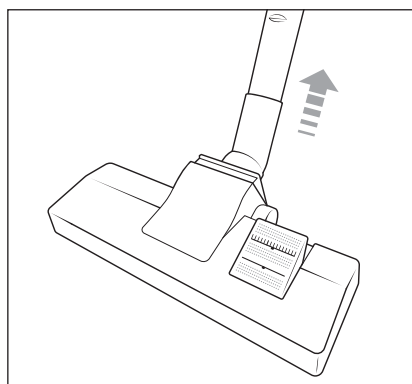

Fig. 7
- ◆ Per rimuovere la spazzola per pavimenti **14** dal tubo di aspirazione telescopico **16**, sfilare il tubo di aspirazione telescopico **16** dalla spazzola per pavimenti **14** (vedere fig. 7).